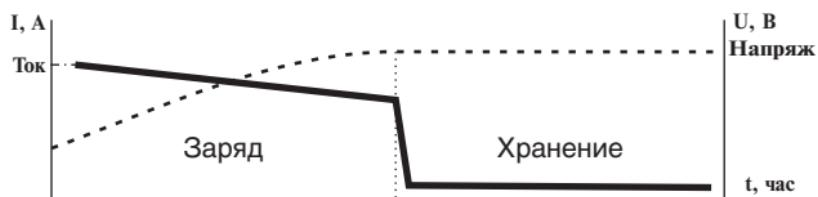

Рис. 2
- Если при повороте ручки ток не увеличивается и индикатор «Режим» светится зеленым цветом, то З.У. работает в режиме стабилизации напряжения (интервал хранение – на графике, рис. 2.)